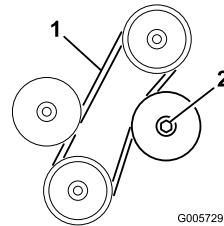

Figura 67
3. Uma tensão adequada deverá permitir um desvio de 6 mm quando for aplicada uma força de 22 N numa zona intermédia da correia, entre as duas polias (Figura 67). Se o desvio for incorrecto avance para o passo 4. Se estiver correcto, avance para o passo 5.
4. Desaperte a porca de bloqueio que prende a polia intermédia ajustável (Figura 67). Pressione a polia intermédia contra à correia até atingir o desvio desejado e aperte novamente a porca de bloqueio (Figura 67).
2. Desaperte a porca de bloqueio que fixa a polia intermédia, retire a polia da correia e, em seguida, retire a correia das outras polias (Figura 67).
polia intermédia fixa. Aperte a porca de bloqueio da polia intermédia para fixar o ajuste (Figura 67).